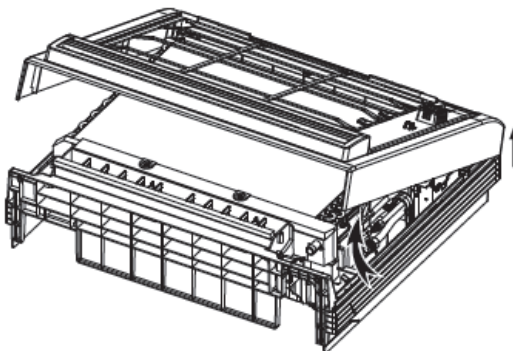

Fig.7-3
- Deschiderea părții de jos a plăcii frontale la un unghi de 30 de grade va permite îndepărtarea părții de sus a plăcii frontale. (Consultați Fig. 7-3)